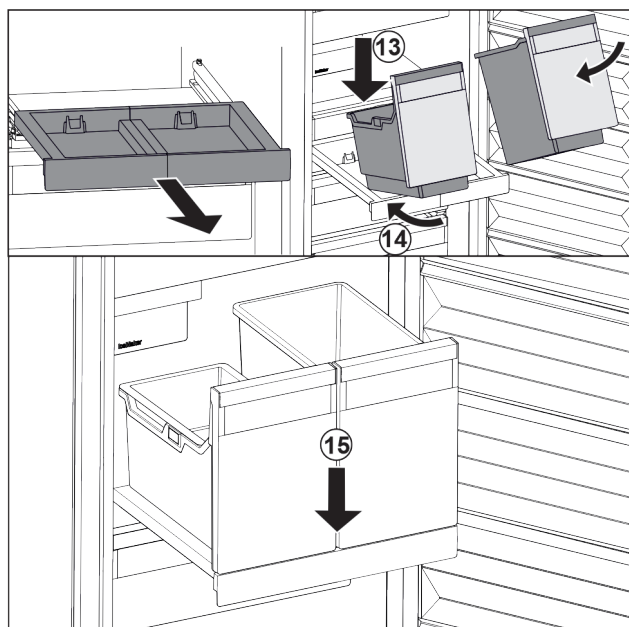

Fig. 145
- ▶ Placer les bacs sur le compartiment coulissant en les inclinant. Fig. 145 (13)
- ▶ Pousser les bacs jusqu'au fond en les inclinant. Fig. 145 (14)
- ▶ Déposer les bacs par l'avant. Fig. 145 (15)